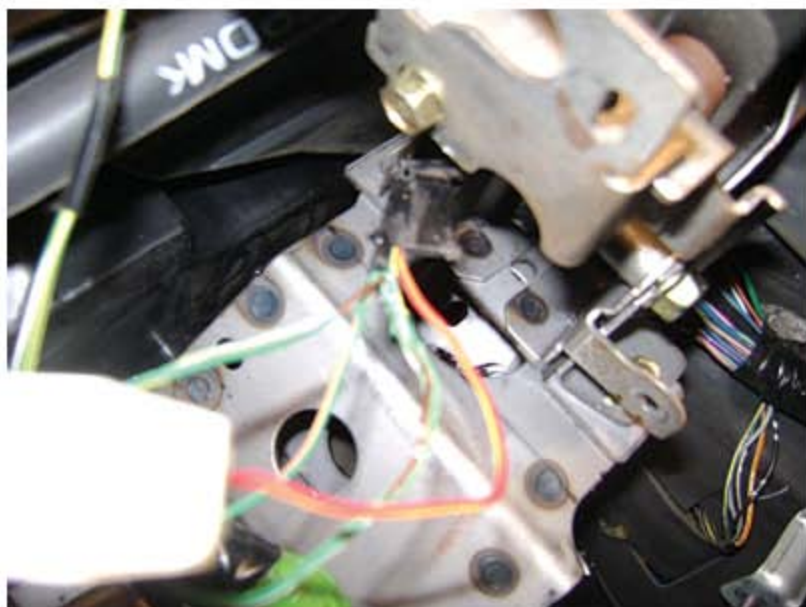

图 2
- ①巡航主开关关闭。
- ②车速未超过 30 km/h。
- ③制动开关被踩下。
- D: 绿/黄线被切断，并通过一根电线直接引到车身后部线束中的制动灯线路（图 2）上，以此线路改动来控制制动灯工作。